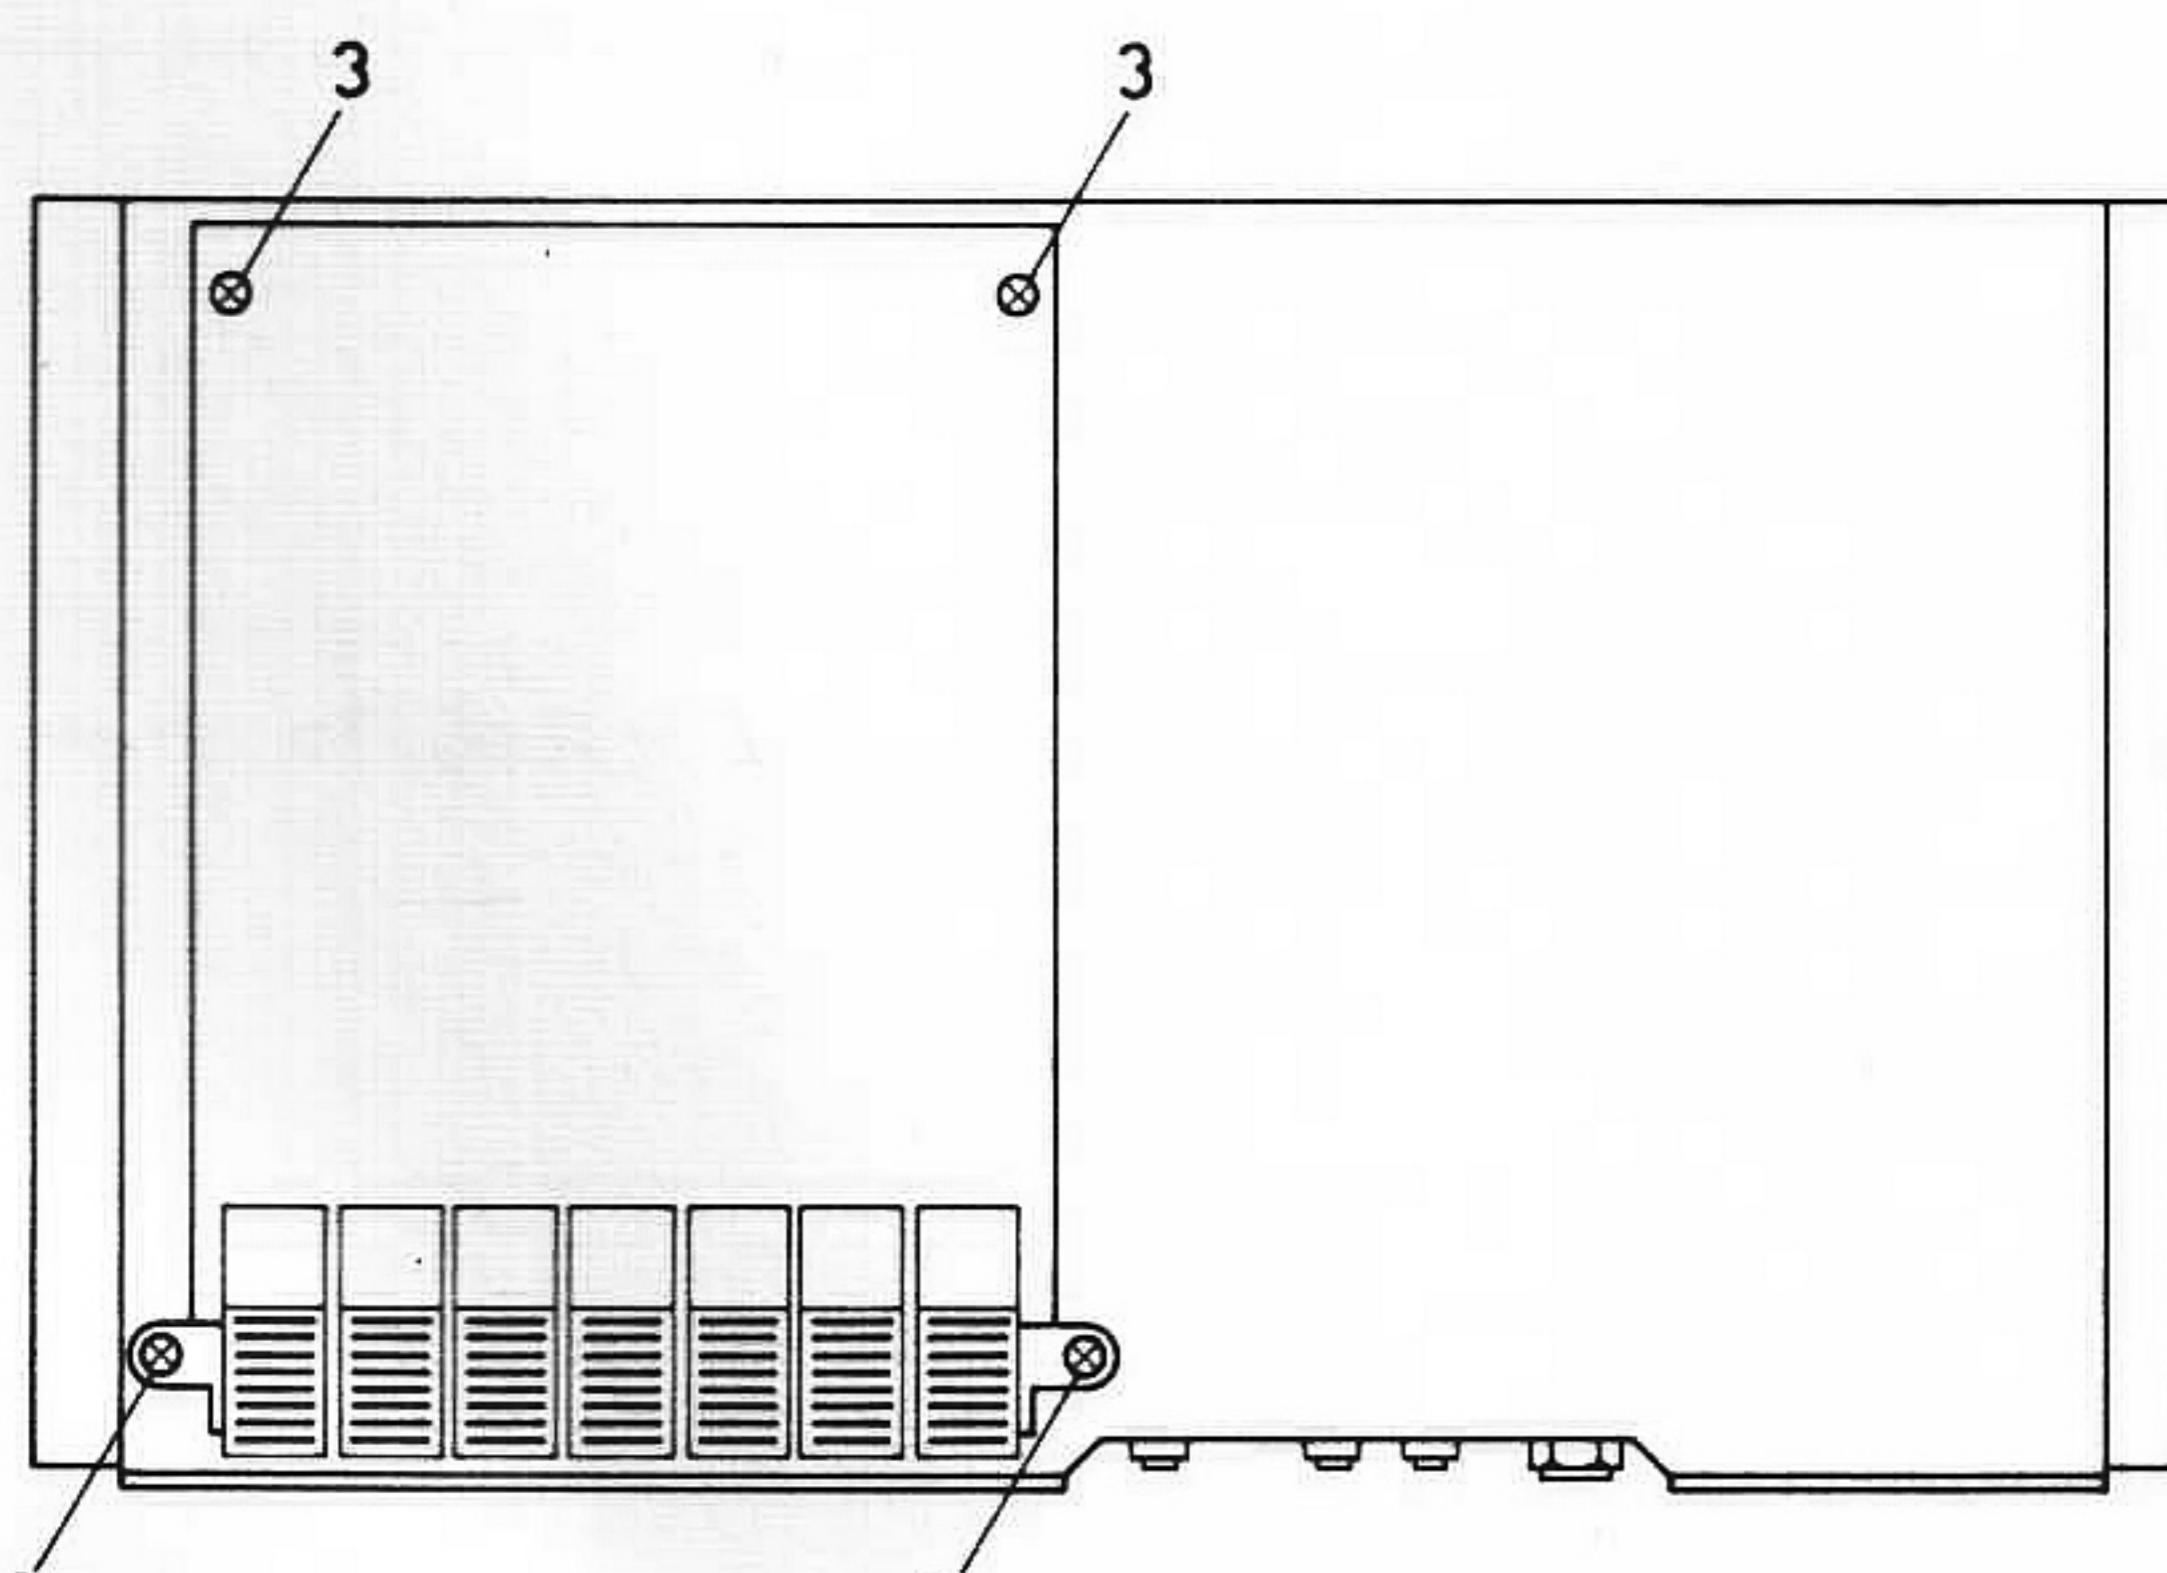
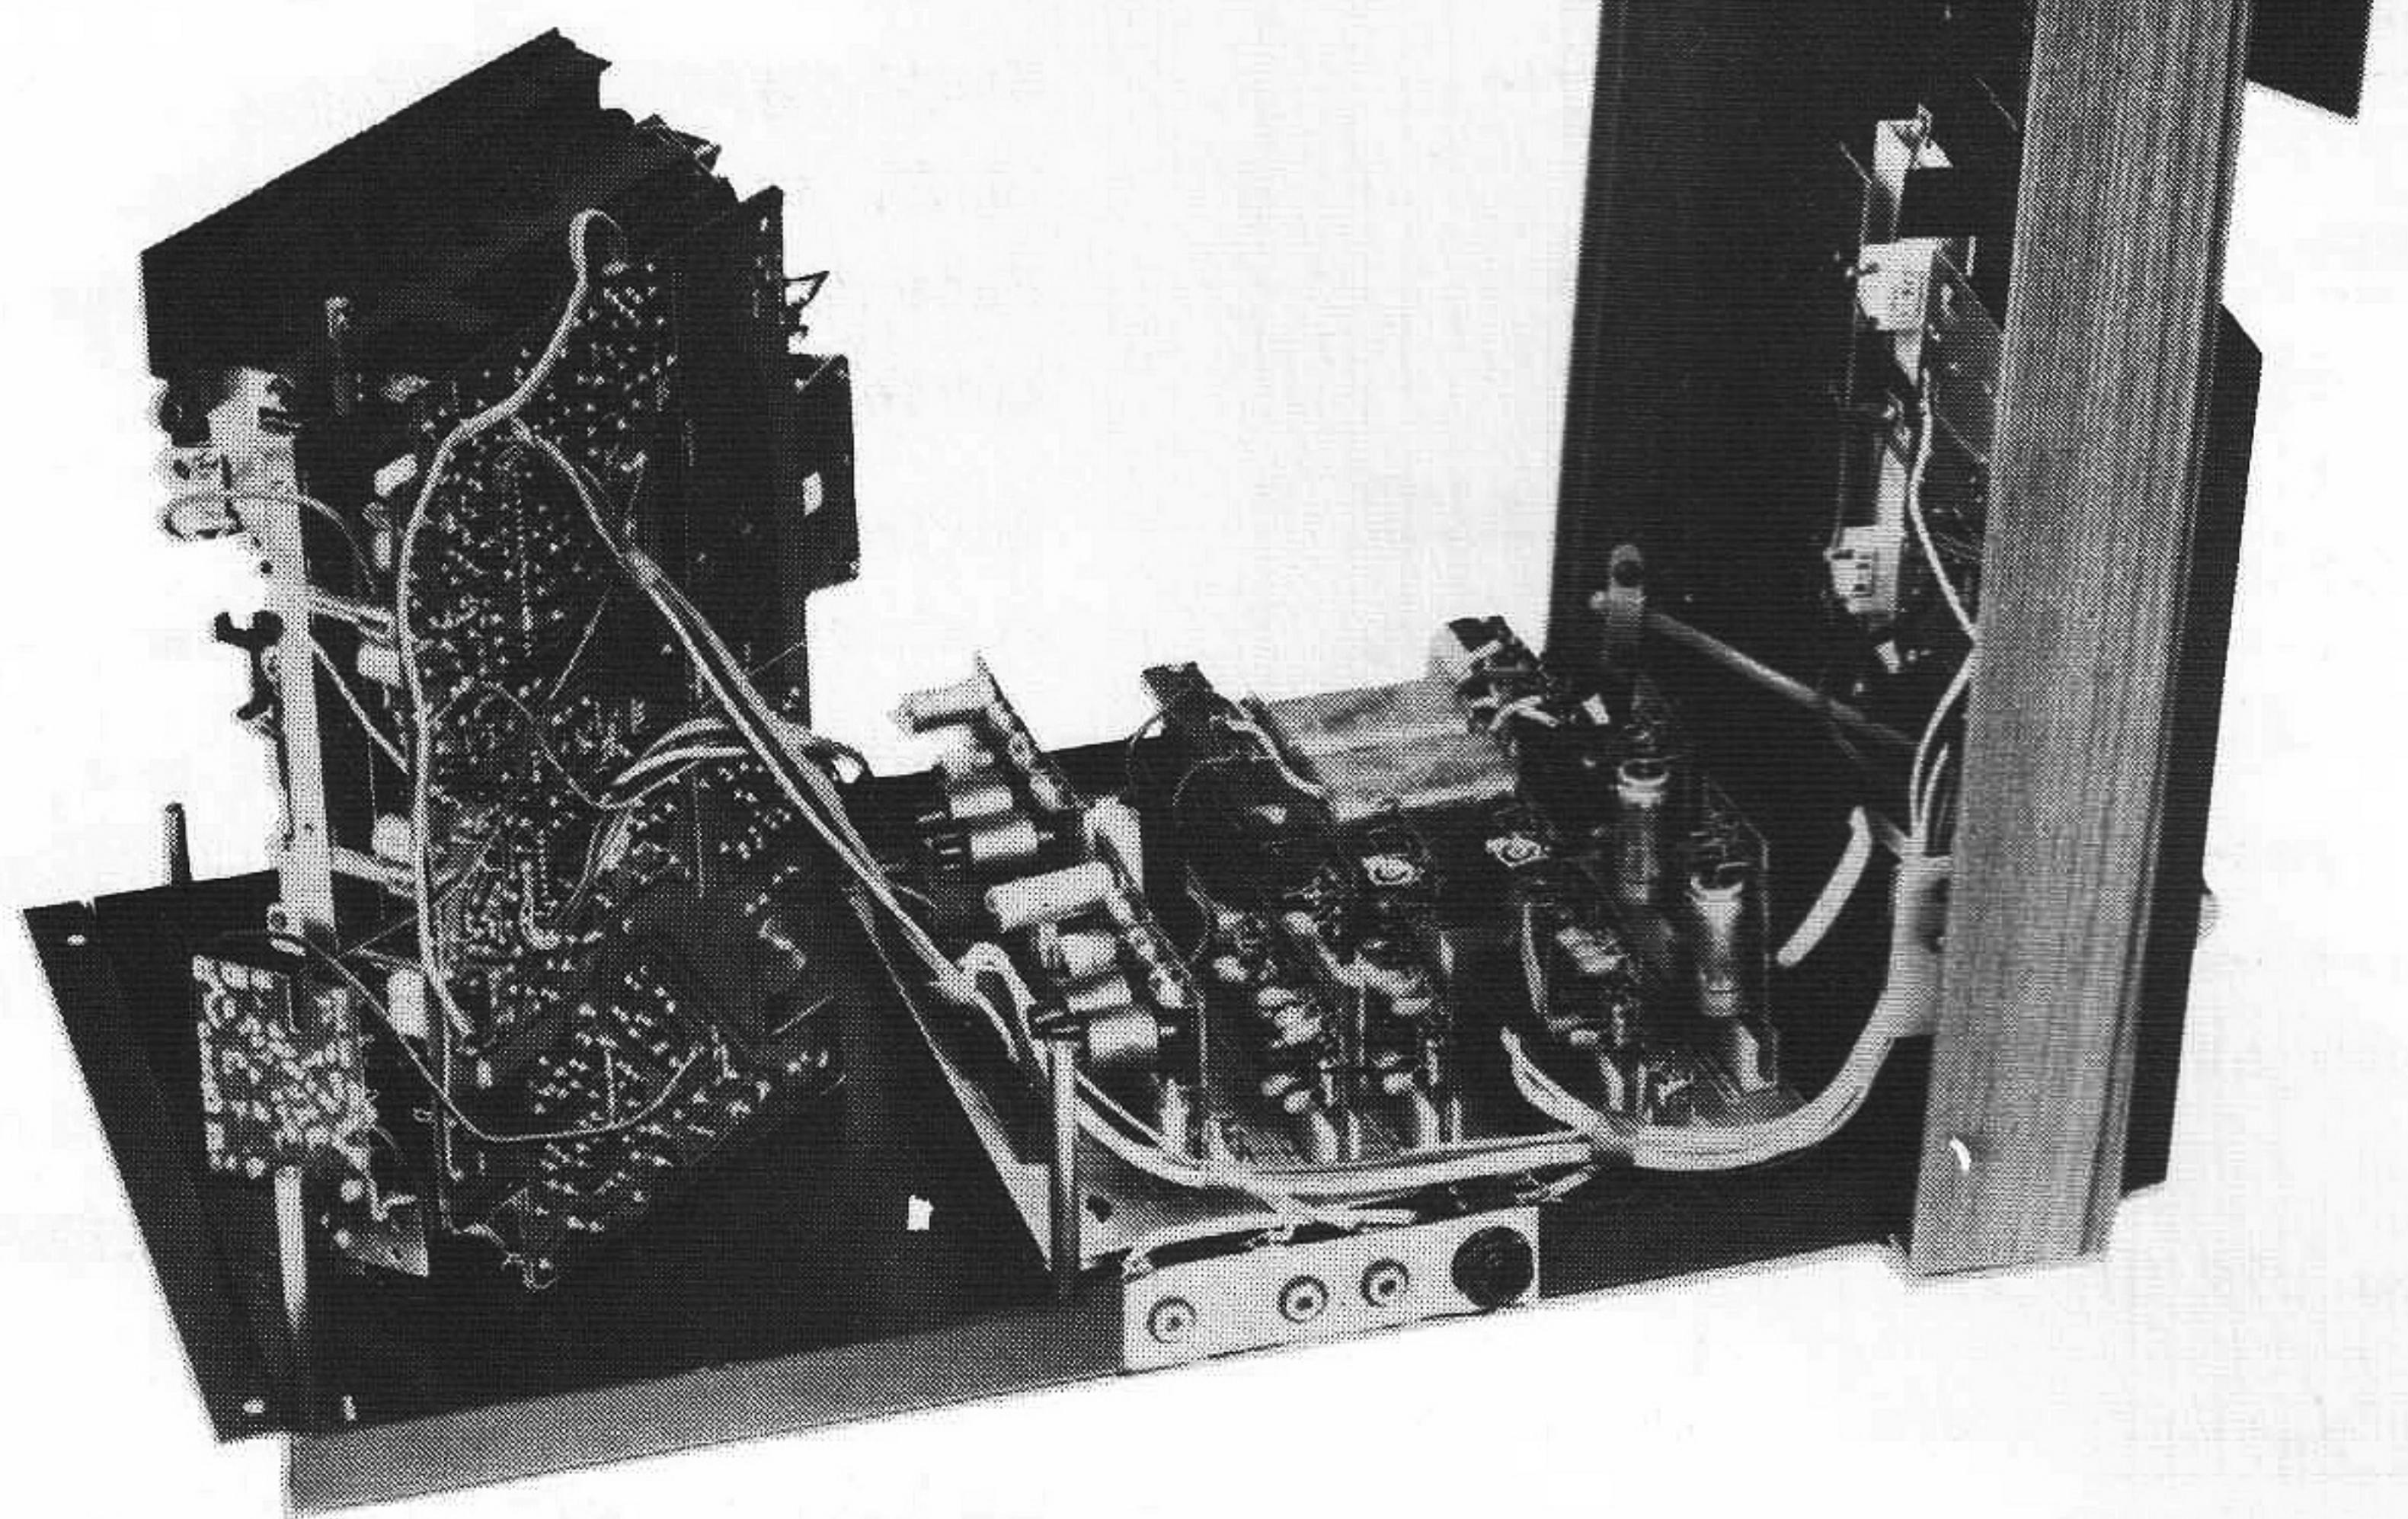

Fig. 3
FIG. 5
3. Fatta tag i lådkanten och lyft upp överdelen, som kan ställas på kant delvis under underdelens fästfläns fig. 5.
6. Den mekaniska delen av bandspelaren kan urtagas genom att de fyra skruvarna (3) fig. 3 borttages. Efter detta kan det mek. chassis med sitt kretskort lyftas upp och sättas ned på kant på apparatens bottenplåt. Apparaten är körlar även i detta läge, varför mätningar och dylikt kan företagas om alla kretskorten finns på sina platser. (Serviceläge se fig 5).